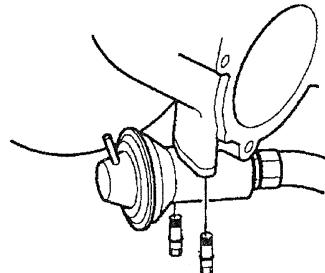

Рис.2.66.
67. ЗАМЕНИТЬ НЕСПРАВНЫЙ ДАТЧИК ДЕТОНАЦИИ; Рис.2.66.